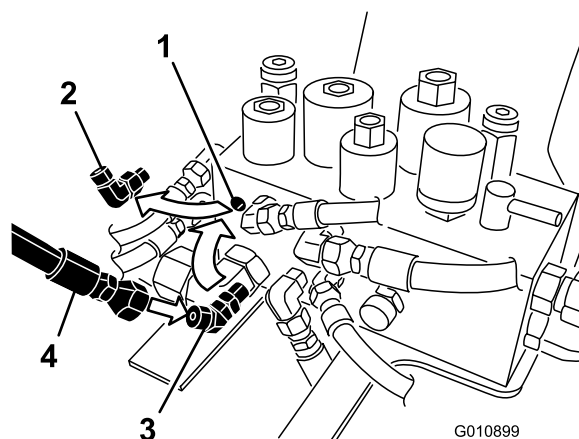

Figure 3
3. Débranchez le flexible du raccord à 90 degrés au niveau de l'orifice L1B du collecteur hydraulique (Figure 3). Notez l'angle de montage du raccord.
4. Déposez le raccord à 90 degrés du collecteur hydraulique et remplacez-le par le raccord à 45 degrés (Figure 3). Positionnez le raccord à peu près au même angle que le raccord précédent.
5. Branchez le flexible hydraulique au raccord à 45 degrés (Figure 3).